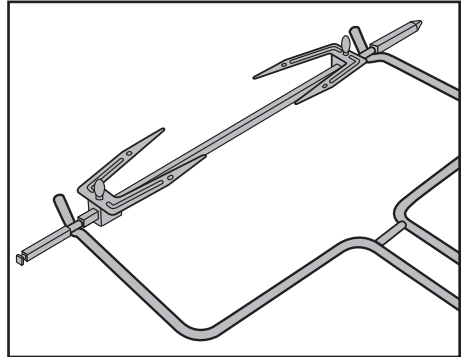

Fig. 3 : Accrochage de la pince **12** avec le tournebroche **16**
■ Pour retirer le tournebroche chaud **16**, saisissez-le avec le crochet situé à l'extrémité de la pince **12** dans les rainures du tournebroche **16** (fig. 3) :